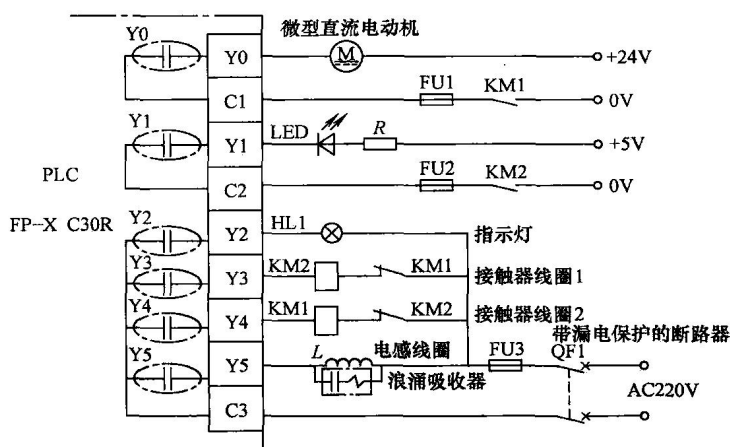
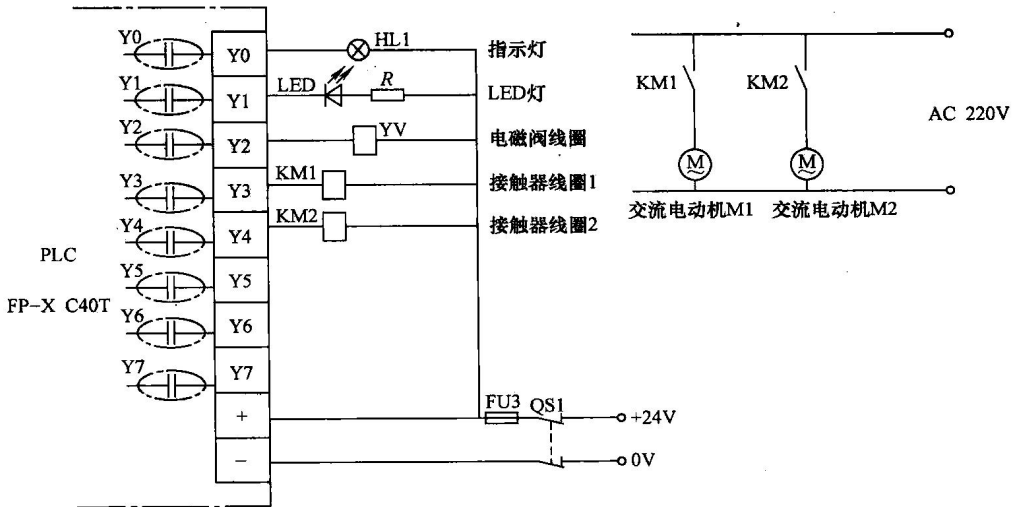

图 1-9 继电器输出型 PLC 与部分外接元件连接图
图 1-10 晶体管输出型 PLC 与部分外接元件连接图
(2) 外部输出继电器 (Y) PLC 的输出端是由多个外部输出继电器 (Y) 组成的，用于向接在 PLC 输出端的执行元件发出控制信号。与输出继电器连接的硬元件通常有灯、电磁阀线圈、接触器线圈等执行元件（见图 1-9 和图 1-10），以及变频器、步进电动机驱动器等专用设备控制器的控制端。其工作特点是：
1) 在 PLC 的程序中，每个外部输出继电器 (Y) 都提供 1 个线圈以及与线圈地址相同的无数个动合触点与动断触点给用户使用。
2) 当程序中的外部输出继电器 (Y) 线圈被驱动时，该线圈对应的触点也会相应动作，而接在 PLC 对应的外部输出继电器端子上的执行元件就会同时被驱动。
3) 图 1-9 是继电器输出型 PLC 与部分外接元件连接图，可以接多种不同电压的执行元件，而且 FP-X C30R 型号的 PLC 的 Y0 和 Y1 是一个独立 COM 点，因此更加灵活方便。图 1-10 是晶体管输出型 PLC 与部分外接元件连接图，所以只能供给 24V 及以下电压的执行元件。因此要控制高电压的执行元件就要用间接的方法，即先控制一个 24V 的继电器，然后用继电器的触点控制高电压的执行元件。
(3) PLC 外部输出继电器所接元件的注意点 图 1-9 中，PLC 外部输出继电器所接的元件需要注意以下几点：
5) 对接在 PLC 输出端的负载元件，若有可能因同时接通会造成短路的，除了要用 PLC 程序作联锁软保护外，还需要在 PLC 外部的负载电路上设置联锁硬保护，如图 1-9 中的接触器线圈 KM1 与 KM2。